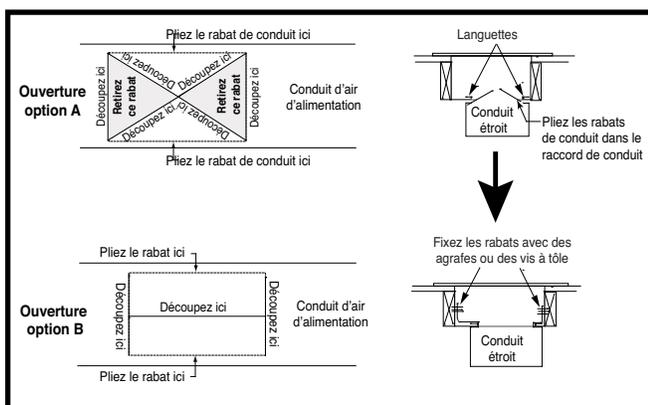

Figure 13. Raccord de conduit à vis
1. Choisissez l'option A ou l'option B dans la Figure 13 et découpez le dessus du conduit d'air d'alimentation. Retirez les rabats métalliques du conduit (zone ombragée) si vous choisissez l'option A.
5. Ramenez les rabats vers le haut contre le côté du raccord de conduit en les serrant le plus possible. Voyez la Figure 13.